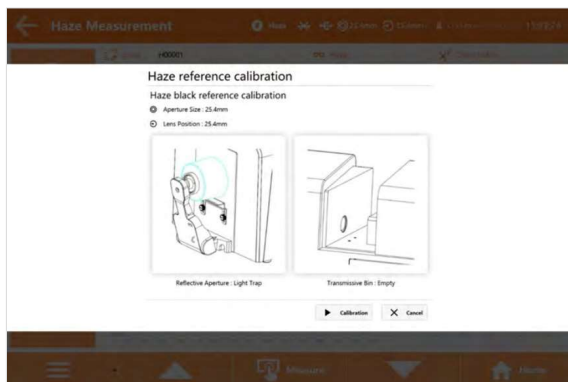

Рис.10 Калибровка черного в режиме измерения мутности
**Шаг 1.** В главном меню нажмите «Measure», чтобы открыть экран измерения мутности, затем в верхнем левом углу нажмите «Haze Calibration», чтобы открыть экран калибровки черного в режиме измерения мутности (рис.10).